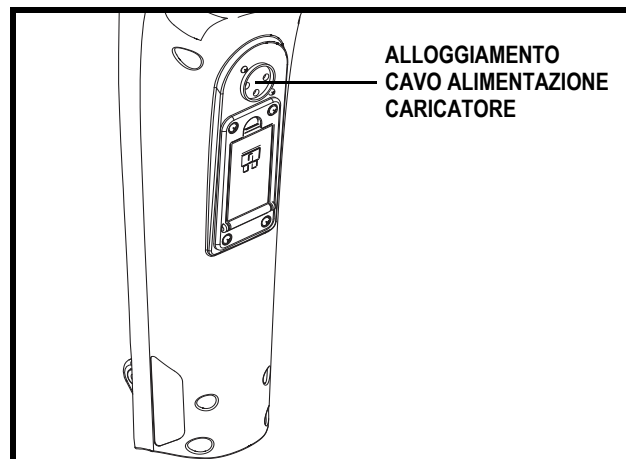

Figura 5. Alloggiamento cavo alimentazione caricatore
Il cavo di alimentazione del caricatore esterno si collega a questa porta per caricare le batterie. La porta del caricatore esterno si trova sul manubrio. **Vedere figura 5.**
4. Inserire il cavo di alimentazione del caricatore a 3 spinotti nella porta del caricatore esterno. **Vedere la figura 5 e 12.**